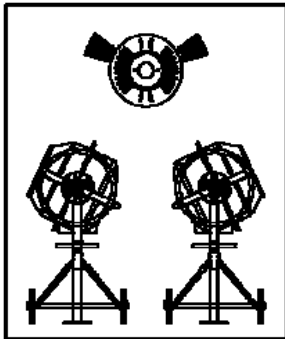

Fig.13
- Positionnez l'axe du tambour pour le chargement du mortier comme indiqué à la Fig.13.